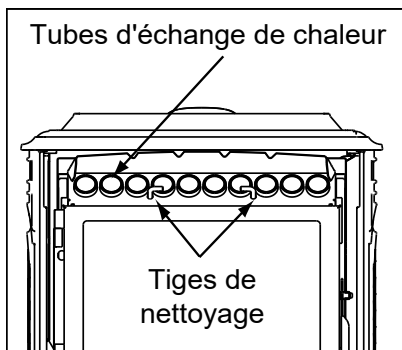

Figure 17.1
- Localisez les 2 tiges exposées situées directement sous les tubes des échangeurs de chaleur (**Figure 17.1**).